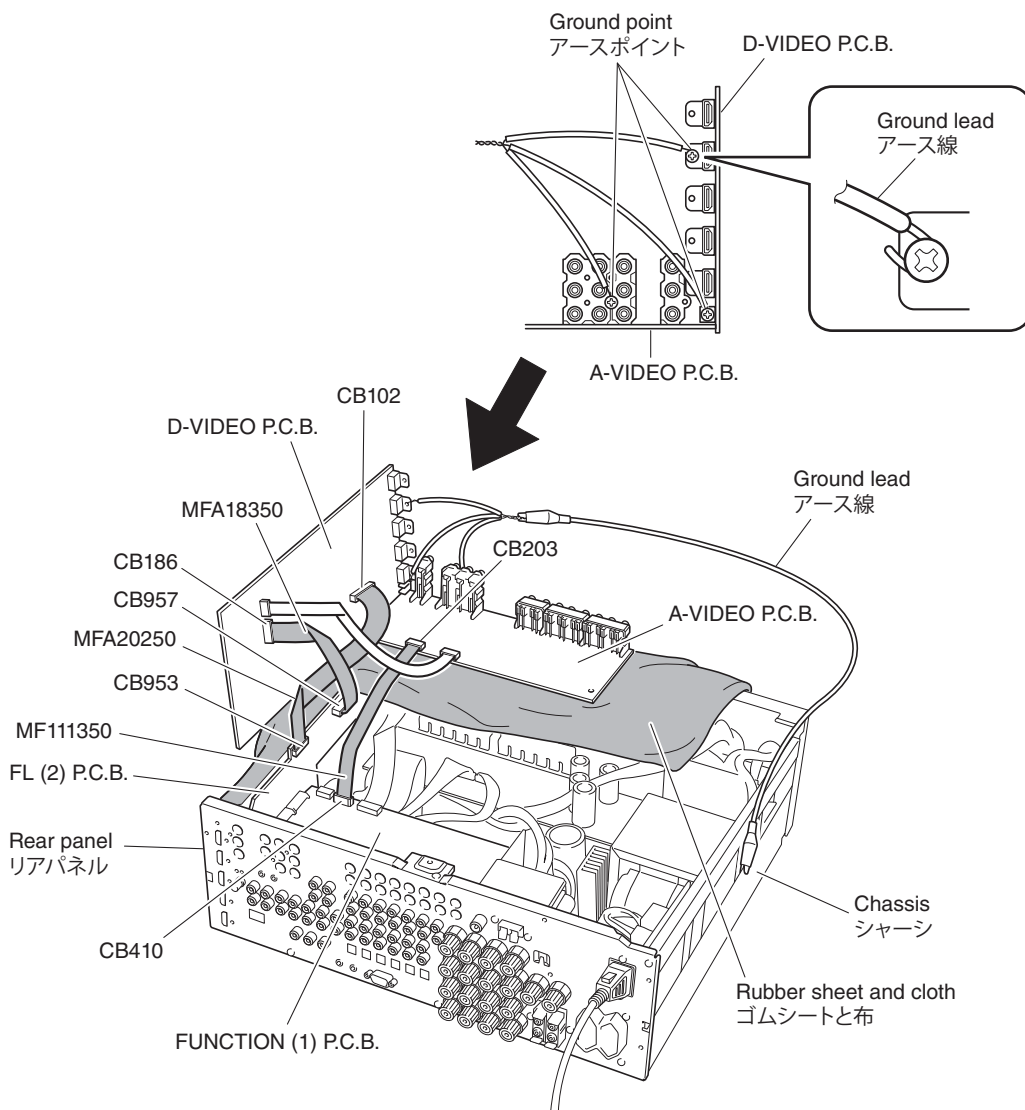

Fig. 7
- Put the rubber sheet and the cloth over this unit. Then place the D-VIDEO and A-VIDEO P.C.B.s upside down on the cloth and check them. (Fig. 7)
- FL (2) P.C.B. CB953–D-VIDEO P.C.B. CB102: MFA20250 (20P, 250mm)
- FUNCTION (1) P.C.B. CB410–A-VIDEO P.C.B. CB203: MF111350 (11P, 350mm)
- FL (2) P.C.B. CB957–D-VIDEO P.C.B. CB186: MFA18350 (18P, 350mm)
- Connect the ground point of each P.C.B. shown below to the chassis with a ground lead or the like. (Fig. 7)
- 本機の上にゴムシートと布を敷き、その上に D-VIDEO および A-VIDEO P.C.B. を裏返しに置いてチェックします。(Fig. 7)
- FL (2) P.C.B. CB953 – D-VIDEO P.C.B. CB102 : MFA20250 (20P, 250mm)
- FUNCTION (1) P.C.B. CB410 – A-VIDEO P.C.B. CB203 : MF111350 (11P, 350mm)
- FL (2) P.C.B. CB957 – D-VIDEO P.C.B. CB186 : MFA18350 (18P, 350mm)
- 下記に示す各 P.C.B. のアースをアース線などでシャーシに接続してください。(Fig. 7)